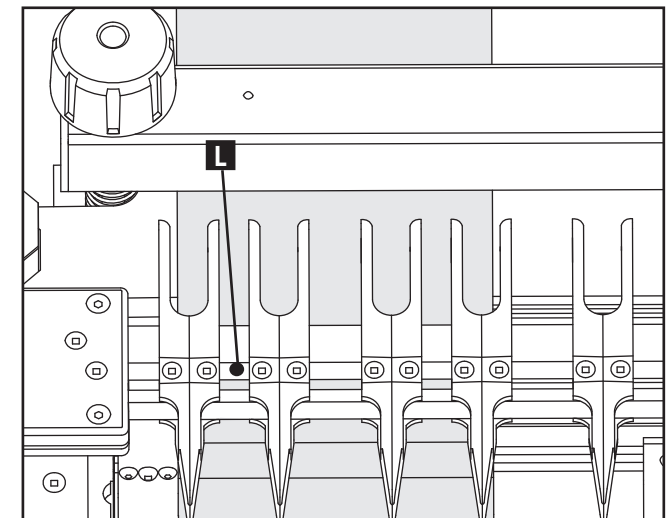

Fig. 18
4. Disponga los dedos de retención de la plantilla según lo desee. Consulte la Fig. 18 para ver un ejemplo (no es necesario utilizar una disposición uniforme).
NOTA: Para las maderas de más de 19 mm (3/4") de espesor, se recomienda que los dedos de retención no se toquen. El espacio (L) Fig. 18 entre cada dedo de retención debe ser de 6,4 mm (1/4"), como mínimo. Este espacio permite realizar un segundo corte sin dañar accidentalmente el trayecto realizado por el primer corte.